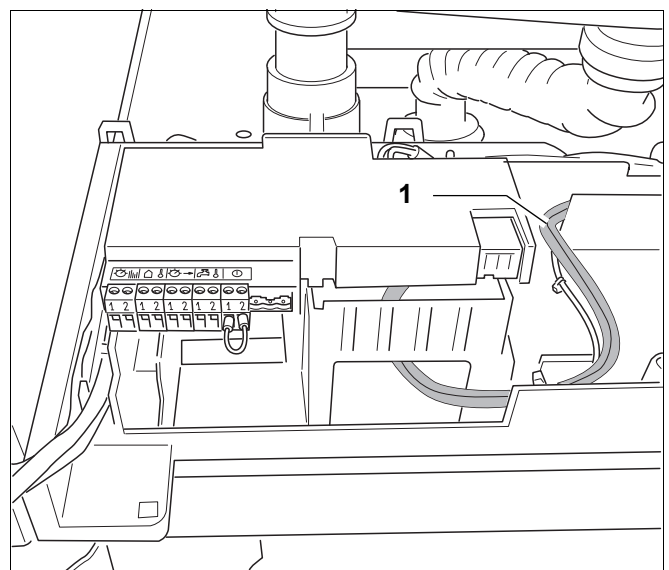
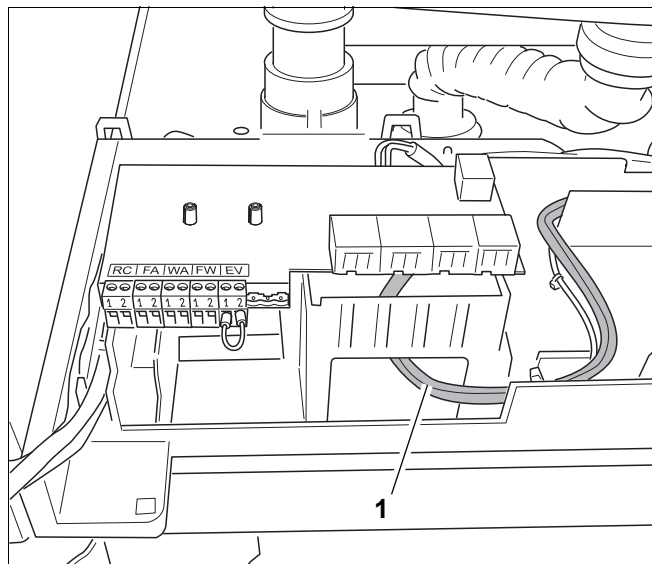

Bild 38 Pumpens 230 VAC-kabel
Bild 39 Led ut pumpens 230 VAC-kabel
- Rulla ut 230 VAC-kabeln (bild 38, pos. 1) och led den genom värmepannan och ut från den (bild 39).